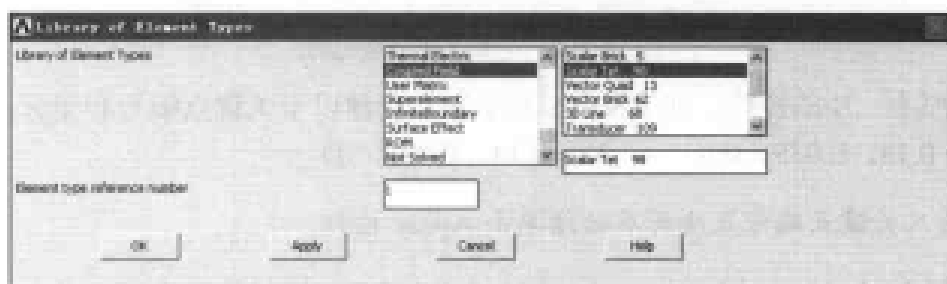

图 13-99 选择单元类型对话框
(1) 选择 Main Menu | Preprocessor | Element Type | Add/Edit/Delete 命令，出现 Element Types 对话框。
(2) 单击 Add 按钮，出现 Library of Element Types 对话框，在 Library of Element Types 的两个列表框中分别选择 Coupled Field、Scalar Tet 98 选项，在 Element type reference number 文本框中输入 1，如图 13-99 所示，单击 OK 按钮关闭该对话框。